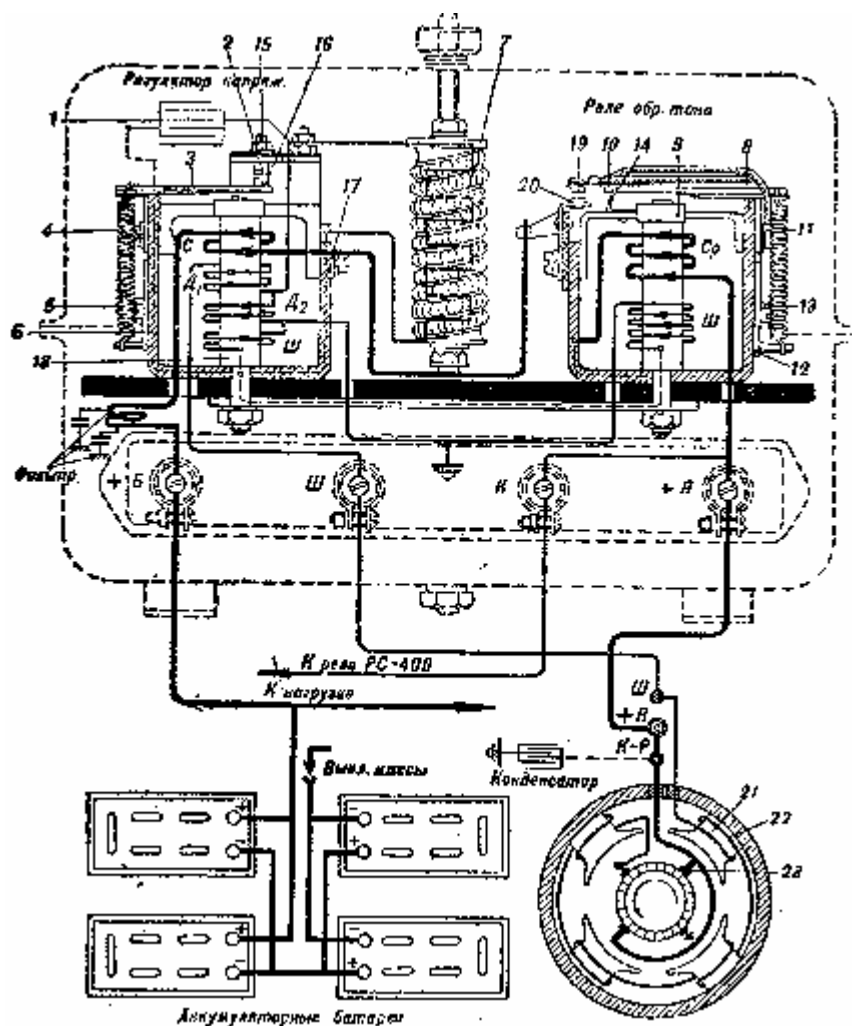

Рис. 145. Принципиальная схема соединения генератора с реле-регулятором и с аккумуляторной батареей:
Принципиальная электрическая схема соединения генератора с реле-регулятором и с аккумуляторной батареей дана на рис. 145.
Внутри корпуса укреплено четыре полюса (см. рис. 145), на которых помещены катушки возбуждения 22, изготовленные из медной эмалированной проволоки и последовательно соединенные одна с другой. Общая схема соединения катушек возбуждения генератора, отражена на рис. 145. Начало обмотки возбуждения выведено наружу корпуса генератора и присоединено к болту «Ш», а другой конец обмотки приключён к отрицательной щетке траверсы 23, которая соединена с корпусом генератора.
Оба аппарата смонтированы на общей панели не изоляционного материала и помещены в штампованной железной коробке, в нижней части которой прикреплена выводная колодка с четырьмя зажимами, обозначенными: «+Б», «Ш», «К» и «+Я». К этим зажимам подключают провода сети танка (см. рис. 145).
Магнитная система реле состоит из П-образного ярма 8 (см. рис. 145) и электромагнитного сердечника 9, укрепленных на текстолитовой панели, и железного подвижного якоря 10. Для оттягивания якоря от сердечника и размыкания контактов реле на хвостовую часть якоря надета пружина 11, нижний конец которой укреплен на штифте регулировочной планки 12. Натяжение пружины регулируют сдвигом планки вместе со штифтом посредством поворачивания эксцентрика 13. Ход якоря вверх при размыкании контактов ограничивает упорная рамка 14.
Принцип работы реле обратного тока сводится к следующему (рис. 145).
Напряжение включения зависит от расстояния между ярмом и сердечником реле и от натяжения пружины 11 (см. рис. 145).
- 4) Снять крышку реле-регулятора и измерить щупом зазор между якорьком 10 (см. рис. 145) и сердечником реле 9 при разомкнутых контактах и довести его подгибанием упорной рамки 14 до 1,8...2,4 мм.
Магнитная система регулятора так же, как и реле, состоит из П-образного железного ярма 8 (см. рис. 145), электромагнитного сердечника 18 и подвижного железного якоря 3. Для оттягивания якоря от сердечника и поддержания контактов в замкнутом состоянии на хвостовую часть якоря надета пружина 4, нижний конец которой укреплён на штифте регулировочной планки 6.
Силу тока возбуждения генератора регулятор изменяет автоматически путём периодического включения и выключения «регулирующего сопротивления» 7 (см., рис. 145) в цепь обмотки возбуждения. «Регулирующее сопротивление» постоянно, подключено к обмотке возбуждения, но шунтировано контактами регулятора 2 и 16, поэтому включение и выключение его сводятся к размыканию этих контактов, которые происходят автоматически следующим образом:
Регулятор напряжения регулируется на предельное значение напряжения, автоматически поддерживаемое им при работе с генератором. Это напряжение зависит прежде всего от расстояния (зазора) между якорем 3 (см. рис. 145) и сердечником 18 и от силы натяжения пружины 4.